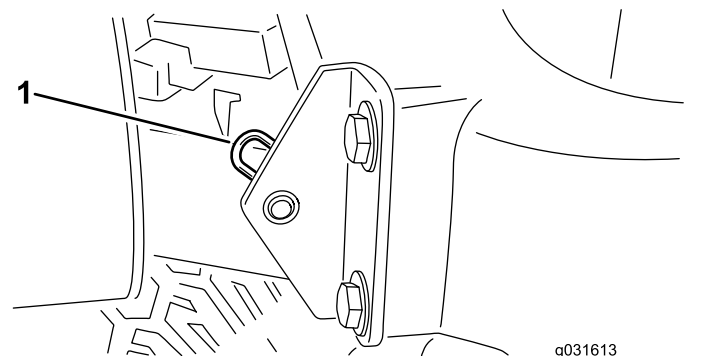

Bild 64
2. Entfernen Sie den Splint, mit dem das Gelenk der Motorhaube an den Befestigungshalterungen befestigt ist (Bild 64).